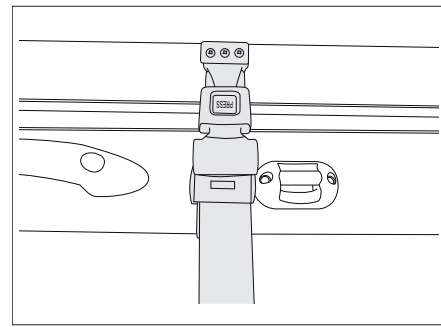

Fig. 160 Cinturón de retención de cama elevada manual
- Asegurar la cama elevada con el cinturón de retención al techo (Fig. 160).